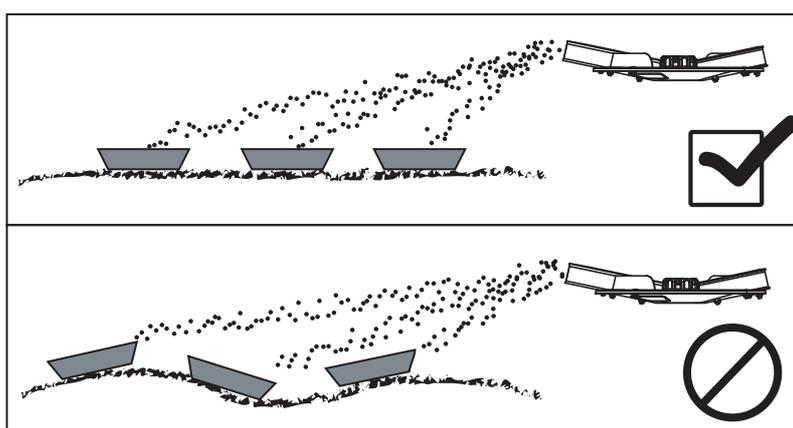

Imagen 7.21: Disposición de las bandejas colectoras
- Colocar las bandejas colectoras horizontalmente. Las bandejas colectoras colocadas de forma oblicua pueden producir errores de medición (imagen 7.21).